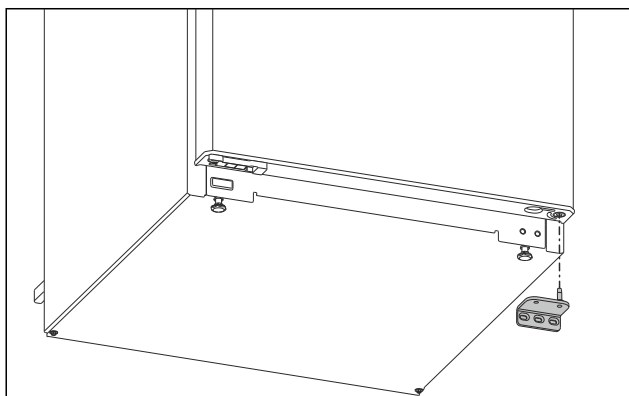

Fig. 5
- Hiqni nga poshtë bazamentin mbështetës. (shihni Fig. 5)